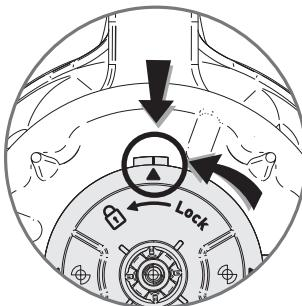

fig.2
1. Verrouillez le porte-lames (F) sur le bol (C) en tournant d'un quart de tour (fig. 2), sans oublier le joint d'étanchéité (E).